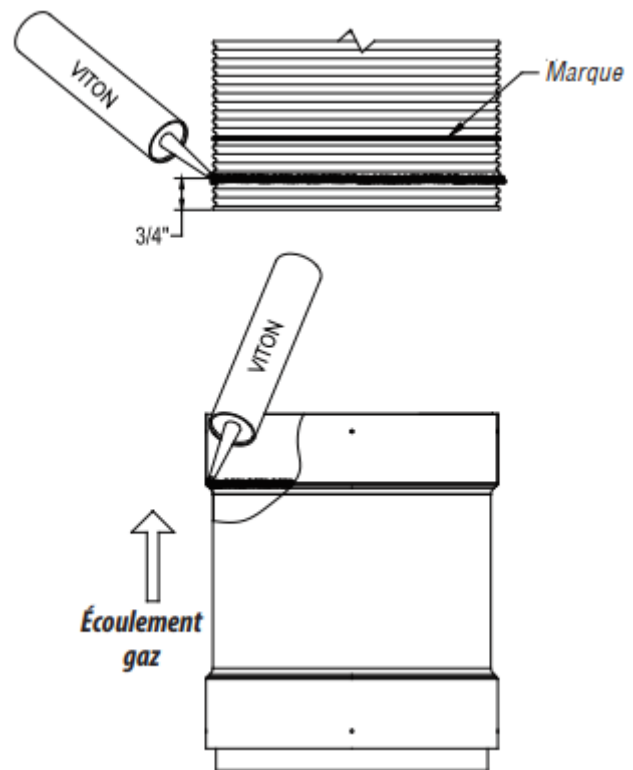

Figure 18 - Scellant de Viton pour Secure Seal Flex
2.1. Ajouter un cordon de scellant Viton® (résistance aux condensats) tout autour de l'adaptateur au début de l'adaptateur sur le formage. Ajoutez un autre cordon de scellant Viton® tout autour de l'extérieur de la paroi flexible à 3/4" du bord (Figure 18).